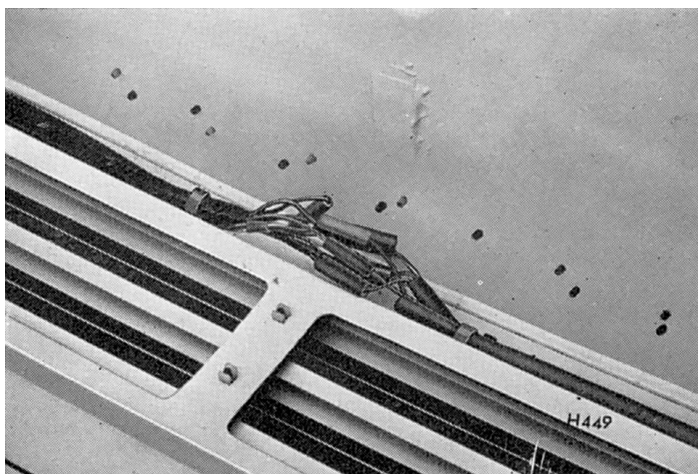

Fig. 9. Connecteurs du capot avant
- les câbles de l'éclairage dans le capot avant (Fig. 9);
Déconnecter les câbles d'éclairage avant et d'avertisseur au niveau des connecteurs situés sur la partie supérieure centrale de la calandre (Fig. 9).